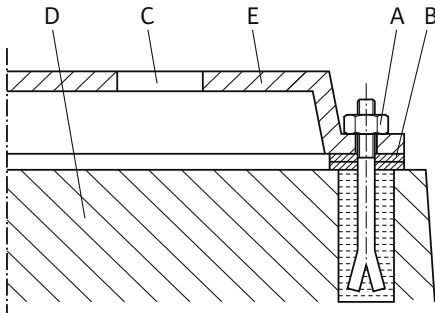

Fig. 15: Przykład połączenia śrubowego z fundamentem
**Przykład połączenia śrubowego z fundamentem (Fig. 15):**